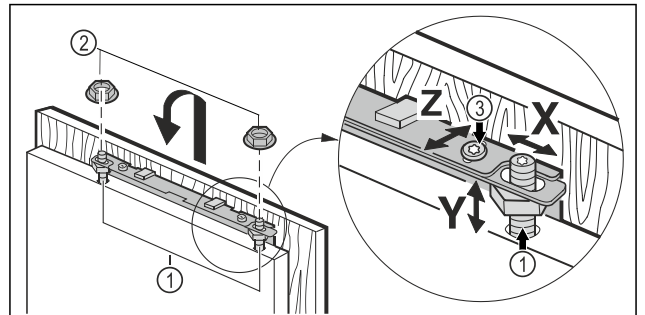

Fig. 45
- ▶ Навесьте мебельную дверь на регулировочные болты Fig. 45 (1) и накрутите контргайки Fig. 45 (2) на регулировочные болты, не затягивая.
- ▶ Выравнивание мебельной двери по высоте Y и боковому наклону: с помощью отвертки установите положение регулировочными болтами Fig. 45 (1).
- ▶ Затяните контргайки Fig. 45 (3).